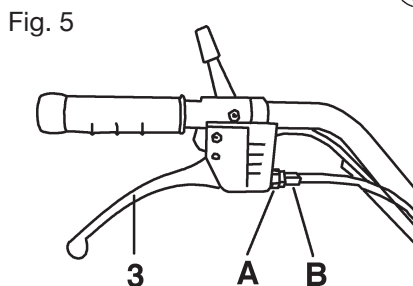

Fig. 6
- Nella scatola trasmissione vi sia l'olio al giusto livello (fig. 6 , part. A).